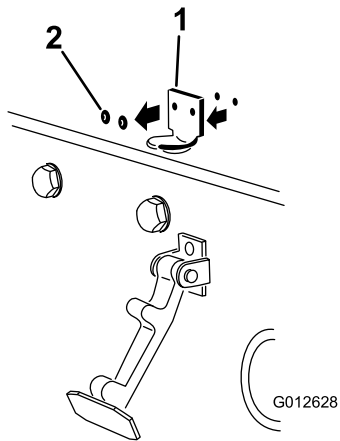

図 5
2. フードラッチブラケットをフードに固定しているリベット2本を外す 図 5。
**注** ロックブラケットをフードに当てて取り付ける 図 5。